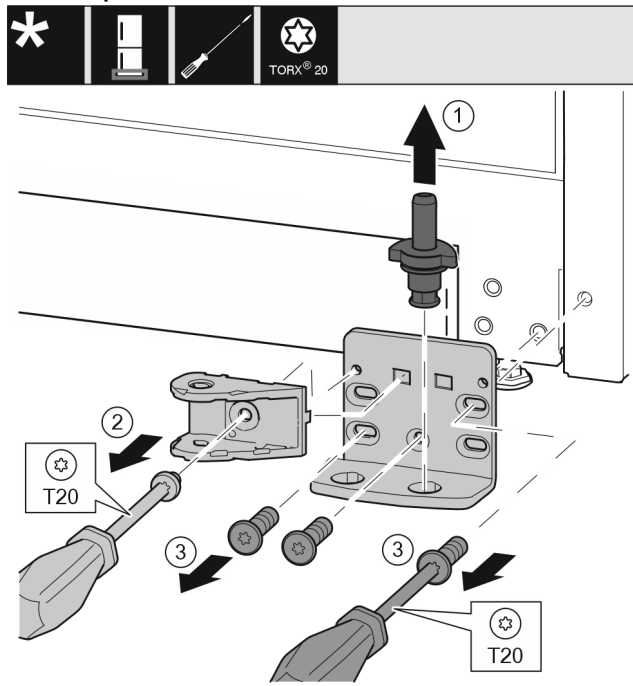

Fig. 34 *
- ▶ Ta ut hela lagerbulten genom att dra den uppåt. Fig. 34 (1)*
- ▶ Skruva ut skruvarna med en skruvmejsel T20 och ta av stängningsdämparbeslaget. Fig. 34 (2)*
- ▶ Skruva ut skruvarna med en skruvmejsel T20 och ta av lagerbocken. Fig. 34 (3)*